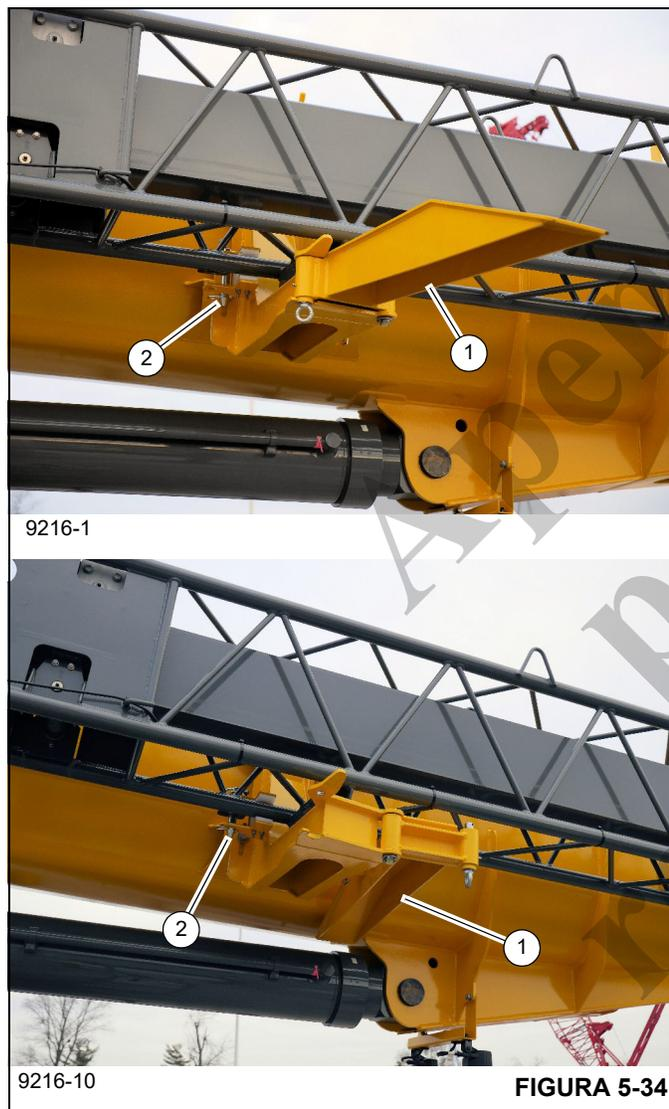

FIGURA 5-34
15. Remova o pino de fixação (2, Figura 5-34) de sua posição retraída e prenda a extensão da lança no suporte de retração traseiro. Prenda o pino de fixação na posição com um grampo de retenção.
16. Dobre a rampa (1, Figura 5-34) no suporte de retração traseiro.